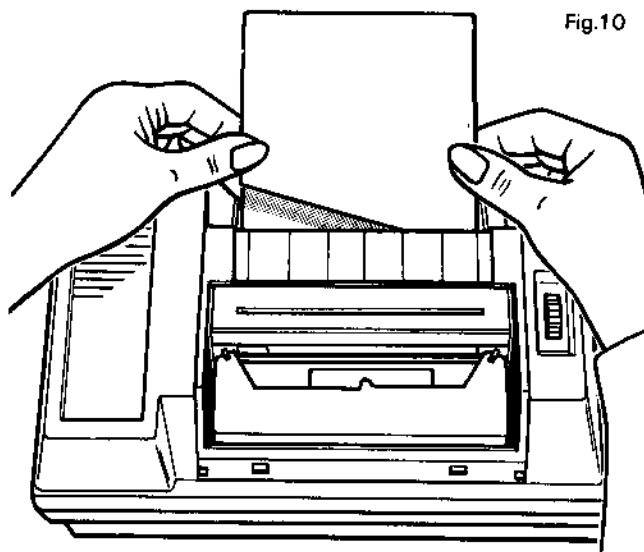

Fig.10
- Pousser manuellement le papier (figure 10) et tourner ensuite la molette d'entraînement du papier pour le faire apparaître devant la tête d'impression.